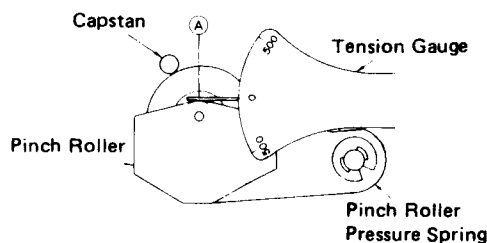

Figure 12-2
2. Push the pinch roller, at the point (A) shown in Fig. 12-2, by using a tension gauge (500 gr.) so that it will come off the capstan. Then, release the tension slowly until the pinch roller hits the capstan again (i.e., the pinch roller is about to rotate again). Then check the tension gauge is reading 350 gr. to 420 gr.
2. Drücken Sie die Andruckrolle mit einer Zuglehre (500 g.) an der in Abb. 12-2 gezeigten Stelle (A), so daß sie sich von der Tonwelle abnehmen läßt. Senken Sie dann langsam die Spannung bis die Andruckrolle wieder die Tonwelle berührt (d.h. die Förderwalze läßt sich wieder drehen). Stellen Sie sicher, daß die Zuglehre zwischen 350 g und 420 g anzeigt.
2. Pousser le galet pinceur au point (A) montré sur la Fig. 12-2 à l'aide d'une jauge de tension (500 g) de telle sorte qu'il se sépare du cabestan. Puis relâcher lentement la tension jusqu'à ce qu'il entre de nouveau en contact avec le cabestan (c'est-à-dire que le galet pinceur est sur le point de tourner de nouveau). Puis vérifier la lecture de 350 à 420 g de la jauge de tension.